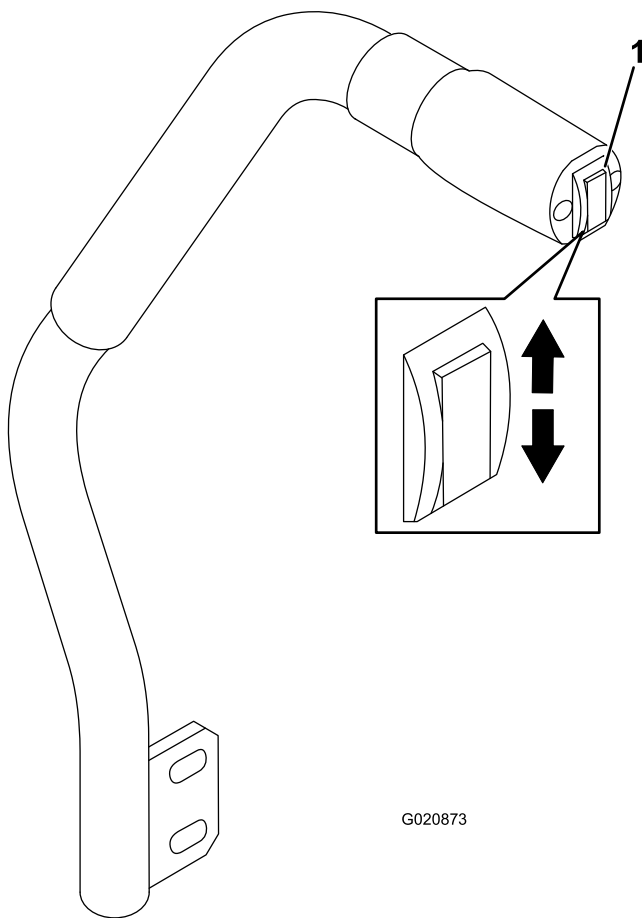

Bild 27
Mit dem Mähwerkhubhebel heben Sie die Schneideinheit an und senken Sie sie ab (Bild 27). Der Motor muss bei der Verwendung des Hebels laufen.
- Drücken Sie den Mähwerkhubschalter nach unten, um die Schneideinheit abzusenken (Bild 27).
- Drücken Sie den Mähwerkhubschalter nach oben, um die Schneideinheit anzuheben (Bild 27).